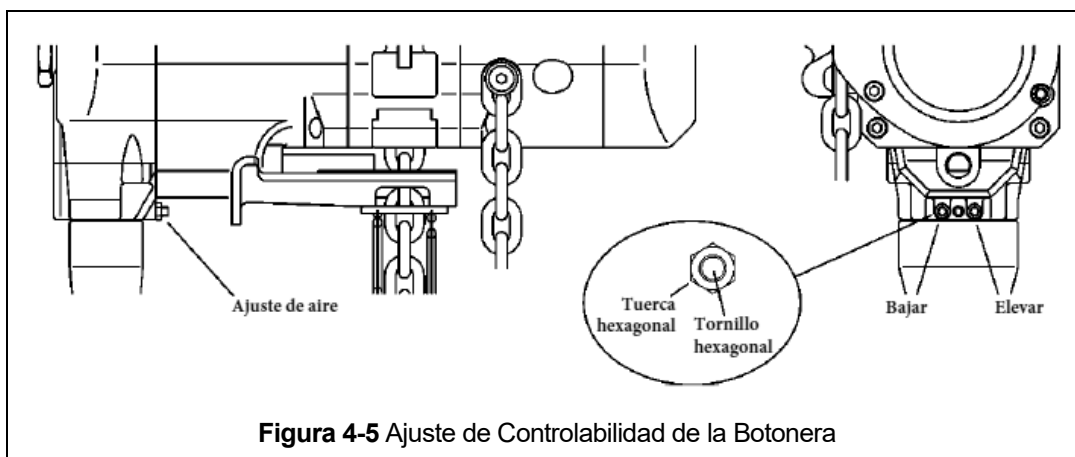

Figura 4-5 Ajuste de Controlabilidad de la Botonera
- 4.6.2 Para ajustar la presión de aire de la botonera, ubique la tuerca y el tornillo hexagonales como se muestra en la Figura 4-5. El tornillo de ajuste de la izquierda ajusta la velocidad de descenso y el de la derecha, la de elevación.